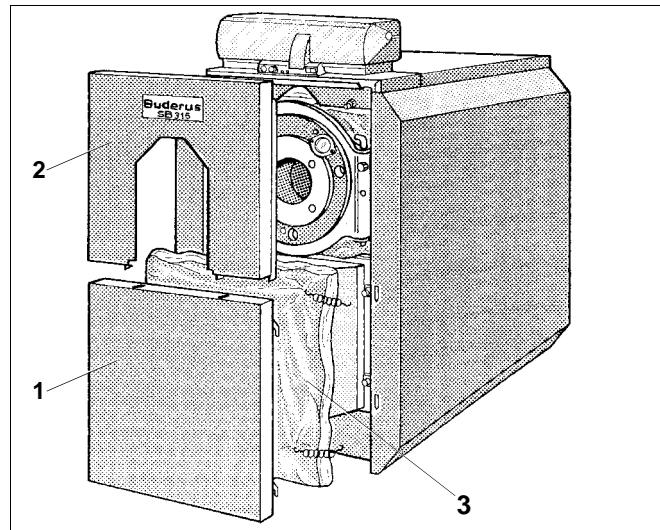

Рис. 28 Чистка (SB315)
- Снимите верхнюю (рис. 28, поз. 2) и нижнюю передние стенки (рис. 28, поз. 1).
- Снимите нижний теплоизоляционный мат (рис. 28, поз. 3).
- Установите нижнюю и верхнюю переднюю стенку котла (рис. 28).